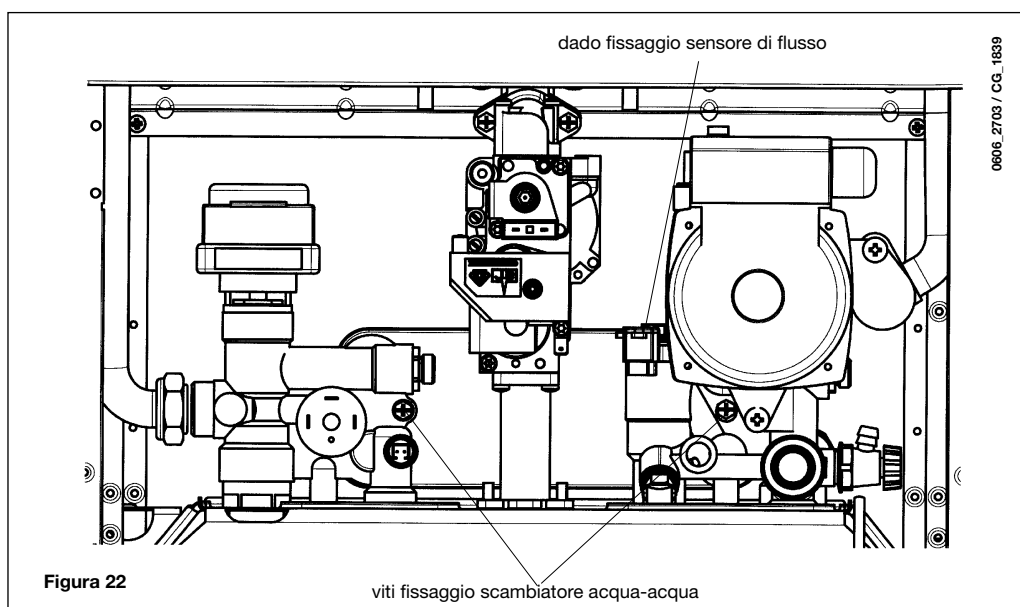

Figura 22
- Svitare il dado presente sul gruppo sensore di flusso (figura 22).